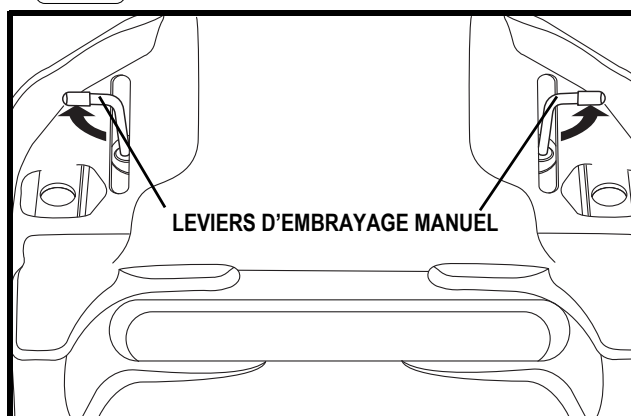

Figure 7. Débrayé (mode « roues libres »)
Votre fauteuil motorisé est équipé de deux leviers d'embrayage manuel. Voir les figures 7 et 8. Ces leviers vous permettent de débrayer les moteurs et de manœuvrer le fauteuil manuellement.
1. Tournez les leviers vers l'extérieur pour débrayer les moteurs (mode « roues libres »). Voir la figure 7.